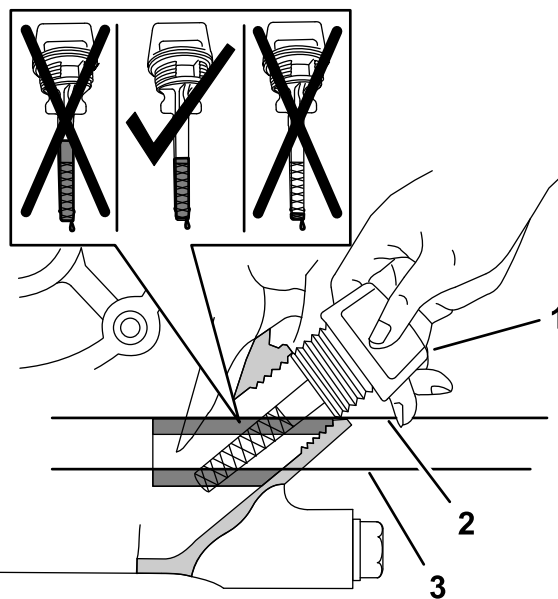

図 76
5. 図 76 のようにディップスティックをエンジンに差し込む。
6. ディップスティックを引き抜いてオイル量を確認する図 76。
**注** ディップスティックについている格子模様の部分間が全部オイルで濡れていることが必要です図 76。